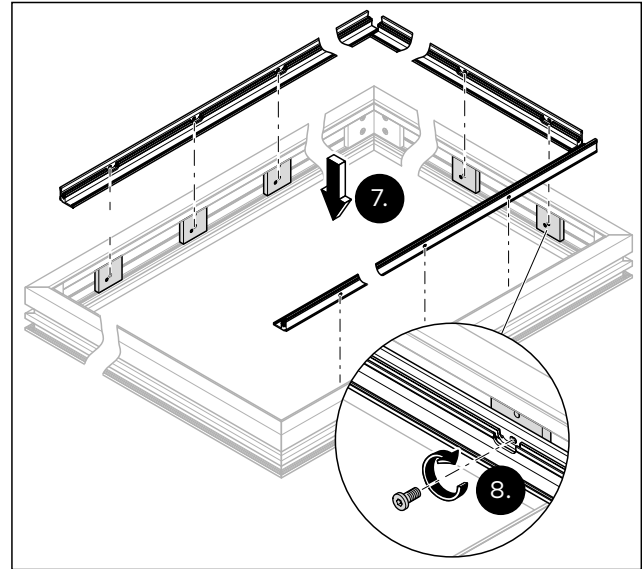

Abb. 18 Die Grundprofile an den Akustikelementrahmen anbringen
7. Das obere waagerechte Grundprofil und die beiden senkrechten Grundprofile an die Distanzstücke legen (Abb. 18).
13. Das untere waagerechte Grundprofil an die Distanzstücke anlegen (vgl. Abb. 18).